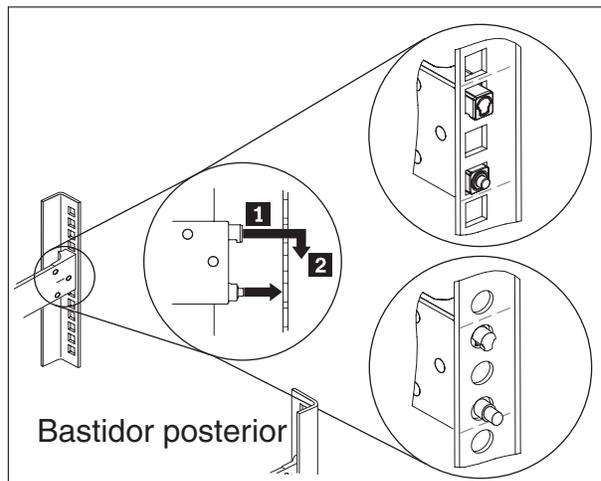

Figura 7. Instale el extremo posterior de los rieles deslizantes
2. Instale el extremo posterior de los rieles deslizantes, como se muestra en la Figura 7: